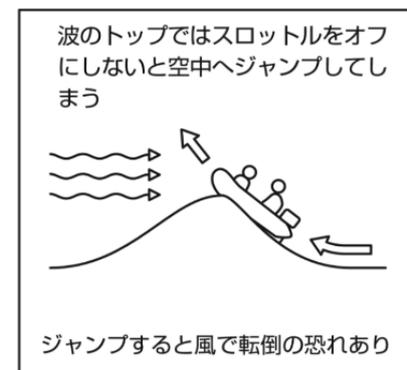

図4-3 （提供 一般財団法人日本ライフセービング協会）
- ・ 空中へ飛び上がらないように、波のトップではスロットルを緩める。（図4-3）